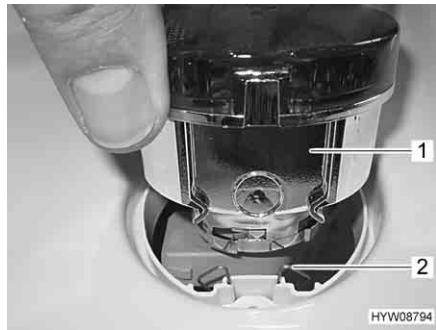

Fig. 173 Luci posteriori e molle d'arresto
- Premere l'alloggiamento (Fig. 173,1) delle luci nella cavità del paraurti, fino all'arresto. Allineare l'alloggiamento alle molle d'arresto (Fig. 173,2).